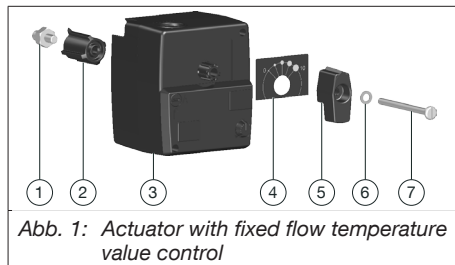
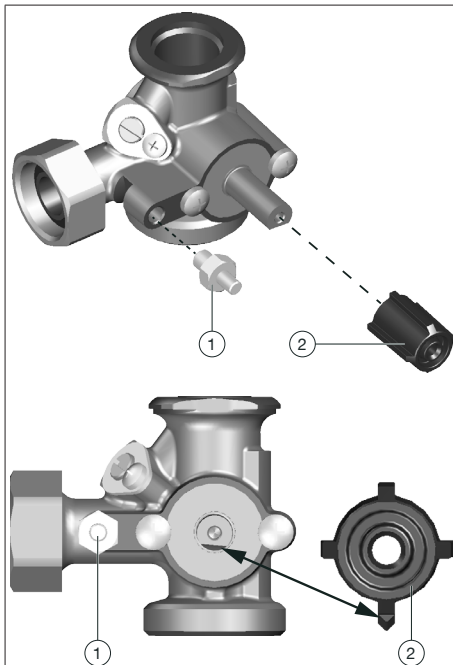
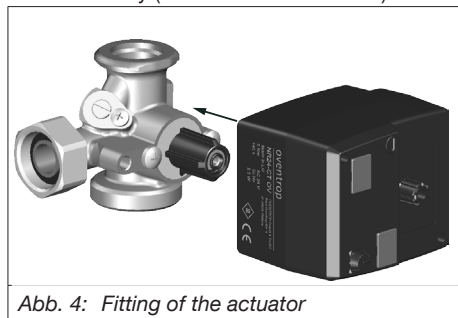
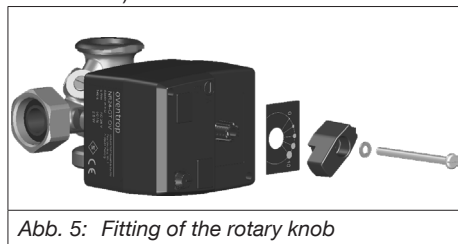

Abb. 1: Actuator with fixed flow temperature value control
Abb. 3: Alignment
Abb. 4: Fitting of the actuator
Abb. 5: Fitting of the rotary knob
The flat surface of the spindle has to point downwards and has to be aligned horizontally (see Abb. 3 auf Seite 21).
2. Fit the enclosed adapter (position 2 in Abb. 1 auf Seite 19) to the spindle of the mixing valve.
Make sure that the pointed prong of the adapter points downwards (see Abb. 3 auf Seite 21).
3. Firmly screw the locking device (position 1 in Abb. 1 auf Seite 19) to the mixing valve body (see Abb. 3 auf Seite 21).
4. Fit the actuator (position 3 in Abb. 1 auf Seite 19) to the adapter (see Abb. 4 auf Seite 22).
5. Mount the rotation indicator, the rotary knob, the serrated lock washer and the screw (positions 4, 5, 6 and 7 Abb. 1 auf Seite 19) (see Abb. 5 auf Seite 22).